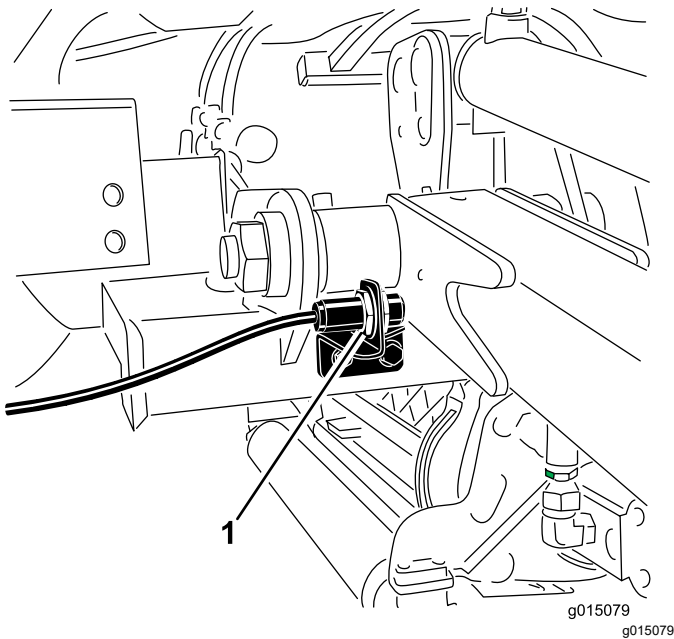

Figure 61
2. Le contacteur des bras de relevage se trouve derrière le bras de relevage avant droit (Figure 61).
3. Desserrez les vis de fixation du contacteur (Figure 61) et montez le contacteur pour augmenter la hauteur du changement de direction des bras de levage ou abaissez-le pour réduire la hauteur du changement de direction.